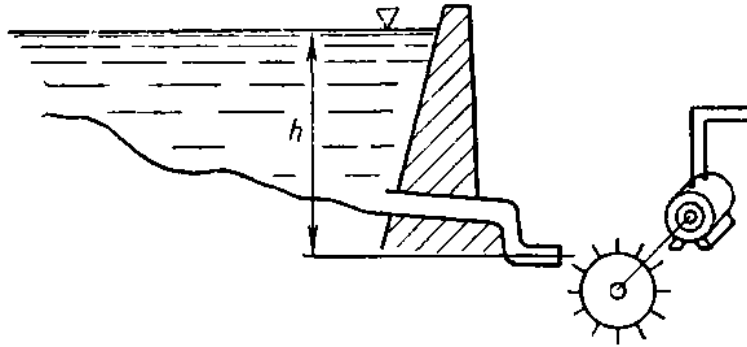

Рисунок 1 – Схема к задаче №4.
4. Плотина имеет перепад уровней воды $h = 4$ м. Каждую секунду через трубопровод на турбину попадает 51 л воды. Какая механическая мощность превращается в генераторе в электрическую, если не учитывать потерь (рис. 1)?